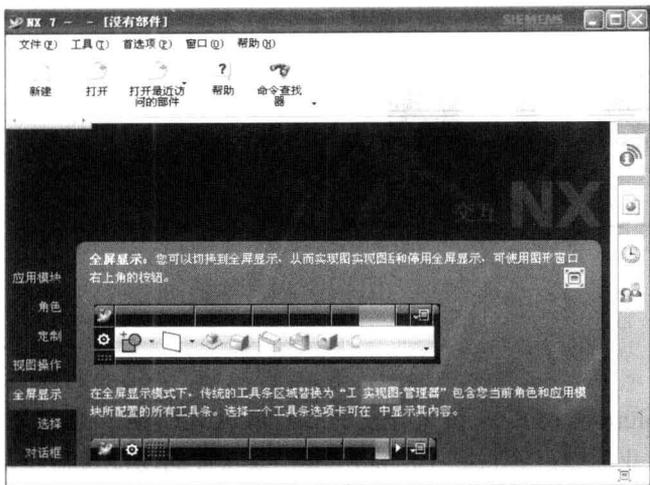

图 1-3 UG NX 7.0 启动后的初始界面
(1) 选择快捷菜单【开始】|【程序】|【UGS NX 7.0】|【NX 7.0】，可以启动 UG NX 7.0 软件，如图 1-1 所示。系统加载 UG NX 7.0 启动程序，屏幕上出现启动画面，如图 1-2 所示。软件启动后初始界面如图 1-3 所示。此时还不能进行实际操作，通过新建部件文件或打开已建立的文件，进入相应模块后才能操作。